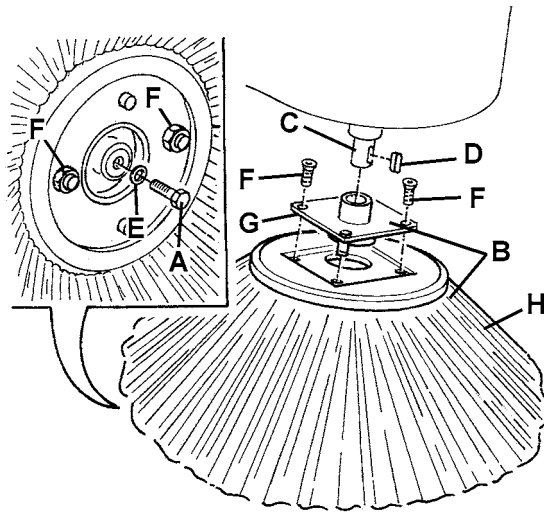

Abbildung 11
1. Die Maschine auf einen flachen Boden stellen und die Feststellbremse mittels des Pedals (84) und des Hebels (76) betätigen.
2. Den Zündschlüssel (69) auf „0“ drehen.
3. Den betreffenden Seitenbesen mittels des Hebels (79) oder (80) heben.
4. Im Seitenbesen, die Schraube (A, Abb. 11) entfernen, dann den Seitenbesen (B) zusammen mit der Nabe durch Ausrasten von der Welle (C) entfernen.
5. An der Werkbank, die zwei Schrauben mit Mutter (F, Abb. 11) entfernen und den Seitenbesen (H) von der Nabe (G) trennen.
6. Den neuen Seitenbesen (H, Abb. 11) auf die Nabe (G) einbauen und die Schrauben mit Mutter (F) anziehen.
7. Den Keil (D) einbauen, dann den neuen Seitenbesen mit der Nabe (B, Abb. 11) einsetzen. Die Scheibe (E) einsetzen und die Schraube (A) einschrauben.